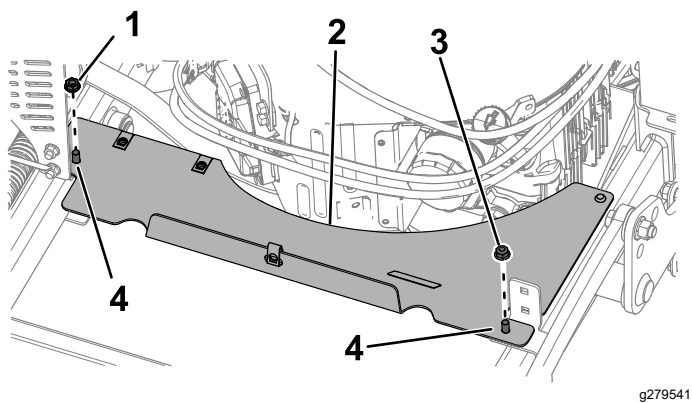

Bild 32
- Schraube – 5/16" x 1" (2)
- Entfernen Sie die Sechskantmutter (5/16"), mit der die Schutzverlängerung an den Schlossschrauben befestigt ist (**Bild 32**). Entfernen Sie die Schutzverlängerung.
- Montieren Sie die hintere Schutzverlängerung, wie in **Bild 32** dargestellt. Ziehen Sie die Mutter auf ein Drehmoment von 20-24 Nm an.